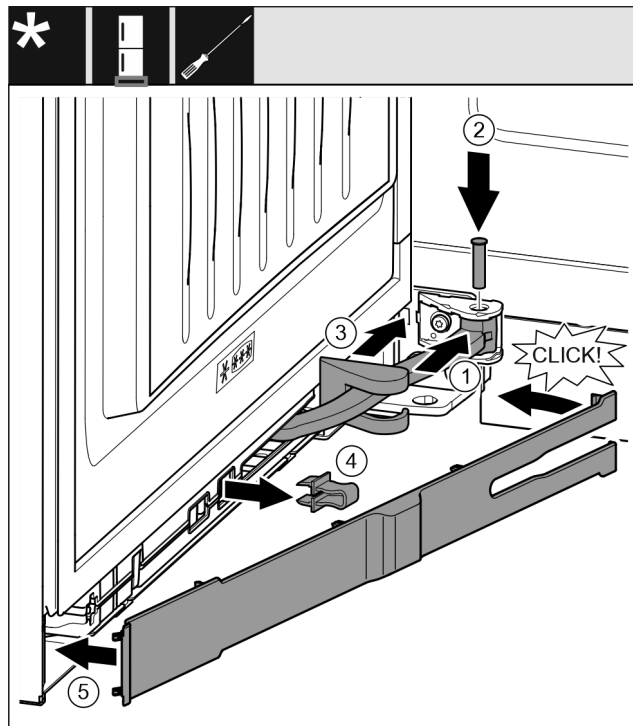

Fig. 38
- ▶ Drej leddet i ophængningen. Fig. 38 (1)
- ▶ Indsæt bolten i ophængningen og leddet med en skrue-trækker T15. Sørg da for, at låseknasten sidder korrekt i noten. Fig. 38 (2)
- ▶ Skub hængselsafdækningen langs leddet, og monter den over ophængningen. Fig. 38 (3)
- ▶ Tag sikringen af. Fig. 38 (4)
- ▶ Påsæt panelet på grebssiden, og sving det ind. Fig. 38 (5)